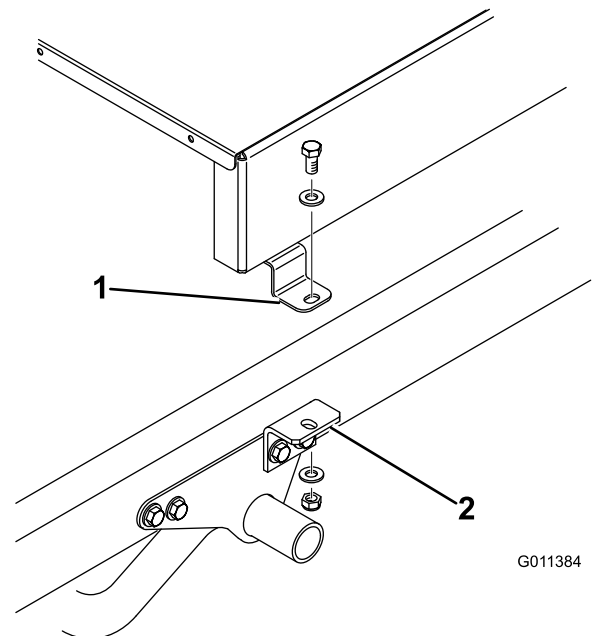
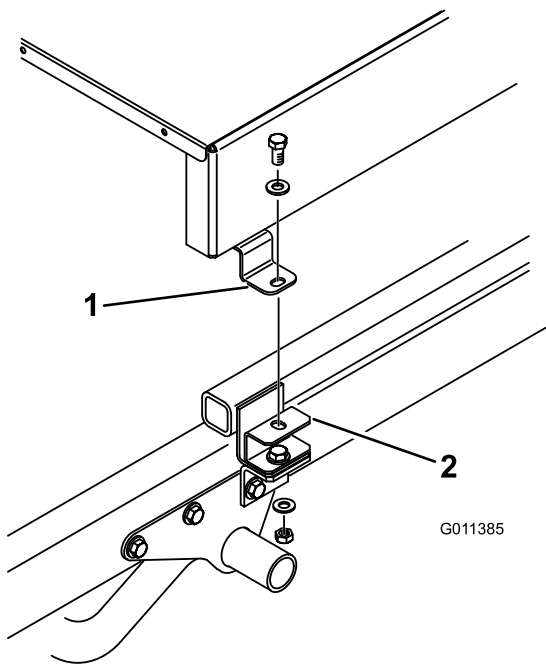

Figura 9
Figura 10
7. Fixe sem apertar a parte superior de cada suporte do acessório (Figura 9) ou montagem do espaçador (Figura 10) na patilha de montagem em cada lado do TopDresser com um parafuso $\frac{1}{2} \times 1$ pol., 2 anilhas de cabeça chata e porcas de bloqueio. Aperte todos os parafusos e porcas.